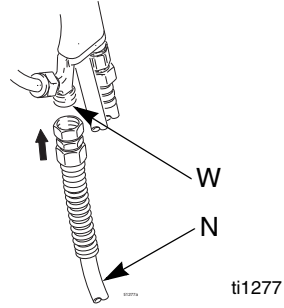

ABB. 6
4. Die Materialleitung mit dem 3/8" NPSM Pistoleneinlass (W) verbinden (ABB. 6).